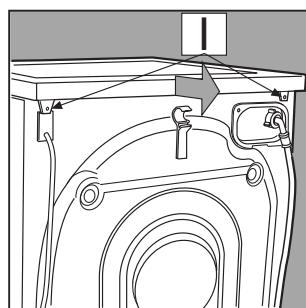

Fig. 3
**2. Togli il top di copertura svitando le due viti **I**, e poi tiralo verso di te [fig 3].**